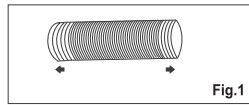
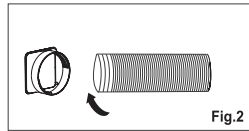

Fig.1
Fig.2
1. Étendez le tuyau de chaque côté (Fig.1) et vissez l'entrée de tuyau\* (Fig. 2).
Avant changer, en mode cool, l'affichage de l'écran est comme fig 1 (°C).
Après le changement, en mode cool, l'affichage de l'écran est comme fig2 (°F).